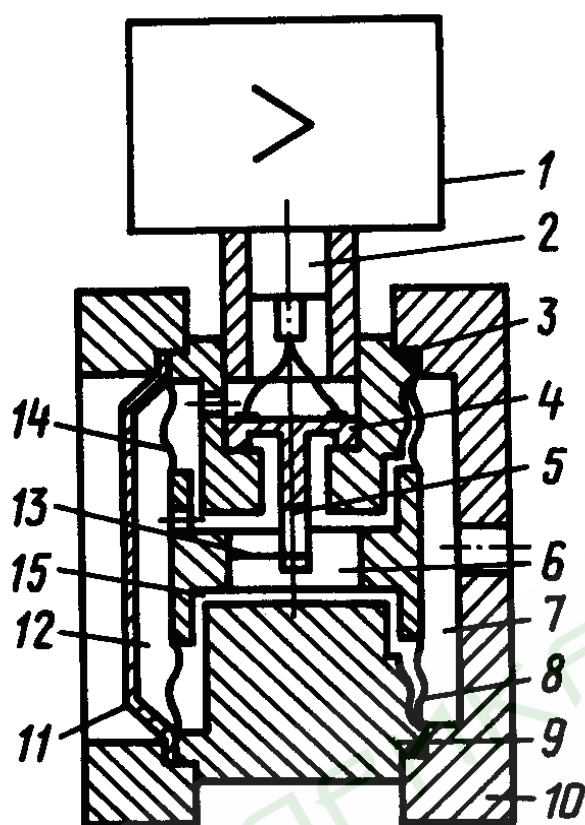

Рис. 3
6.6. Схема преобразователей Сапфир-22М-ДА моделей 2020, 2030, 2040 представлена на рис. 3.